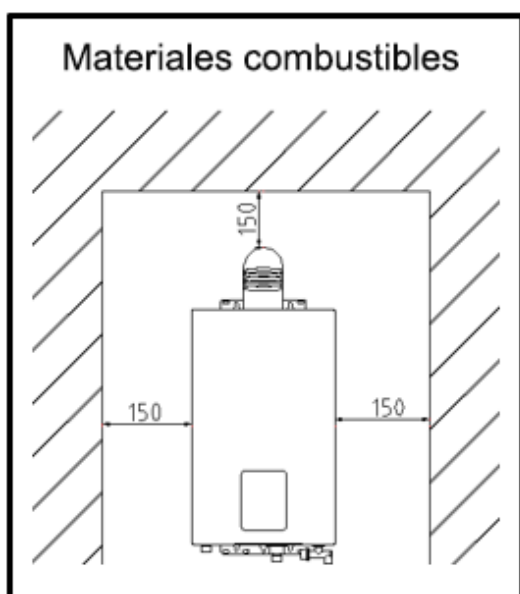

Fig. 7
- El calentador de agua a gas debe mantenerse alejado de materiales combustibles a una distancia prudencial según se muestra en la Fig. 7.